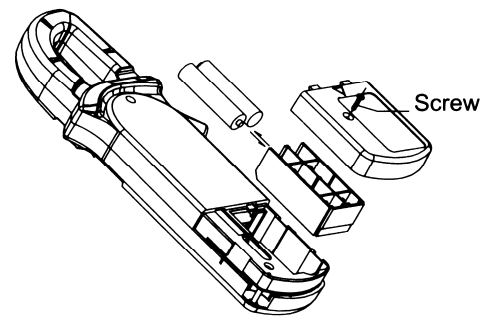

Рис. 10
**B. Замена батарей питания (рис. 10)**